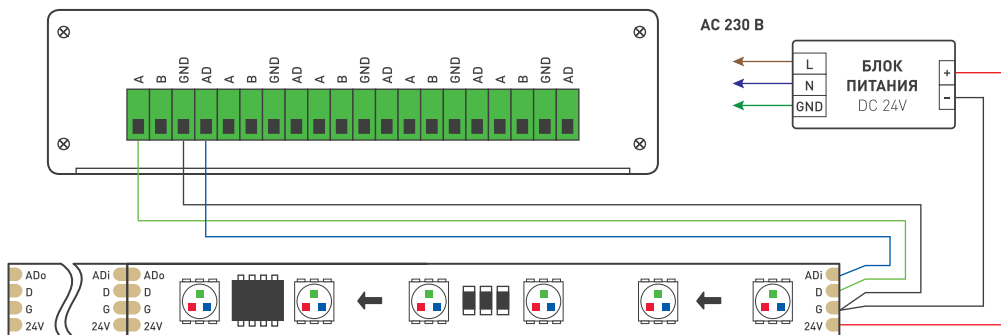

Рис. 1. Схема подключения светодиодной ленты
3.3. Подключите общий провод и сигнальные провода от выхода светодиодной ленты или гибкого неона к выходу контроллера GND, DATA и AD (Рис. 1 и 2). Учитывайте, что светодиодная лента и гибкий неон с управлением DMX имеют вход и выход. Направление передачи сигнала на ленте обозначено стрелками. Информацию о подключении гибкого неона смотрите в его руководстве по эксплуатации.